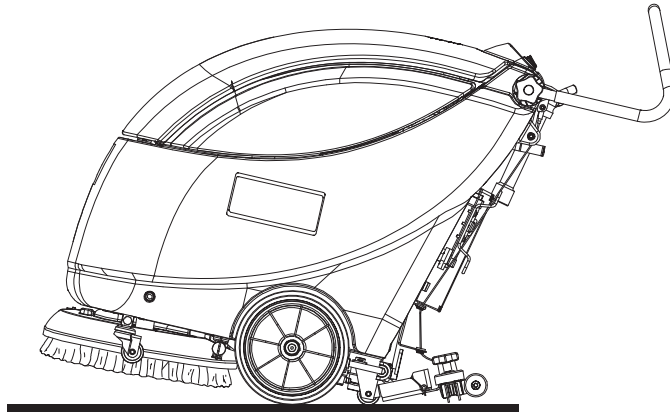

Abbildung 4
1. Schalter Bürste/Padhalter (65) und Schalter Ansauganlage (66) auf 0 stellen.
2. Sauglippe mit dem Hebel (19) anheben.
3. Schubbügel (2) festhalten und leicht nach unten drücken, bis das Hinterrad (7) den Boden (Abb. 4) berührt. Gerät in dieser Stellung halten und an den gewünschten Ort (für den Transport/zum Parken) schieben.
4. Damit die Bürste/das Pad nach der Reinigung nicht auf dem Boden schleifen und feuchte Spuren hinterlassen, sollte die Bürste/das Pad mithilfe der Lösevorrichtung aus dem Kopf entfernt (siehe Abschnitt „Nach der Gerätebenutzung“) und an den Haken (30) gehängt werden.